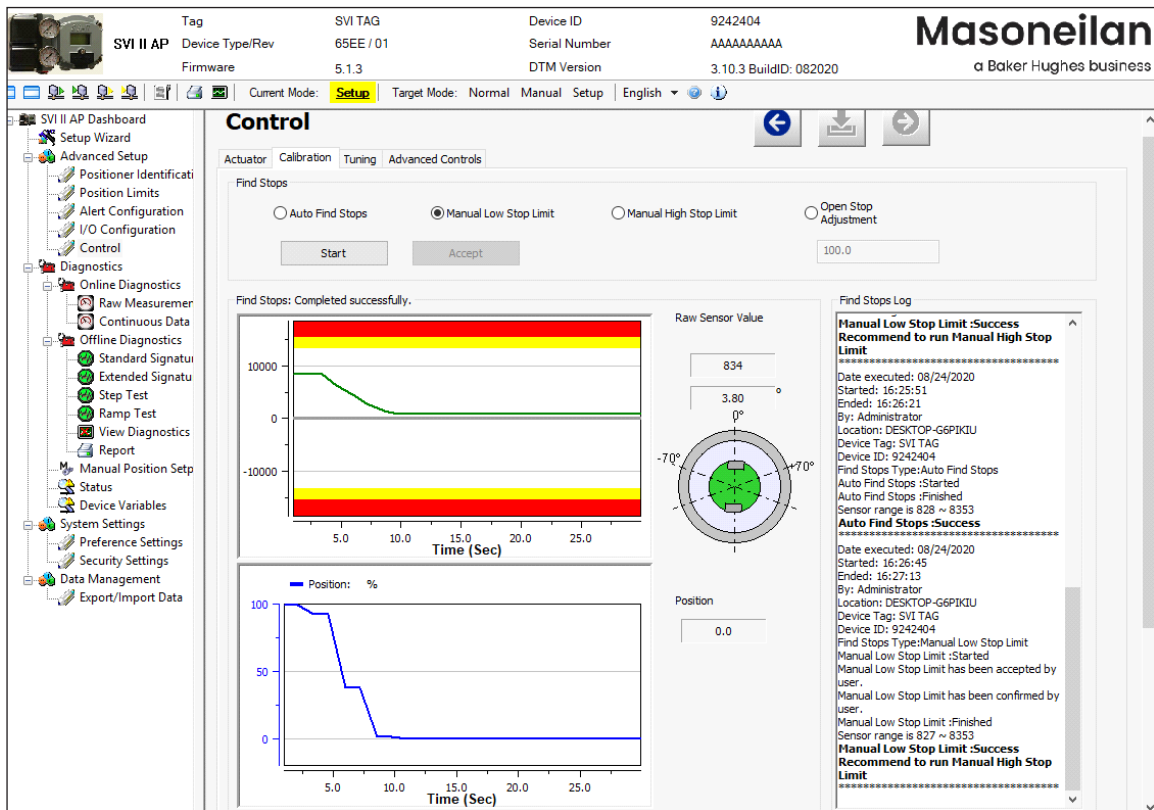

Рисунок 73 - Результаты ручного поиска нижних пределов останова: Успешно
5. Нажмите кнопку , в журнале поиска точек останова будут отражены найденные значения и результаты теста (Рисунок 73), а также список причин, если тест не будет выполнен успешно.